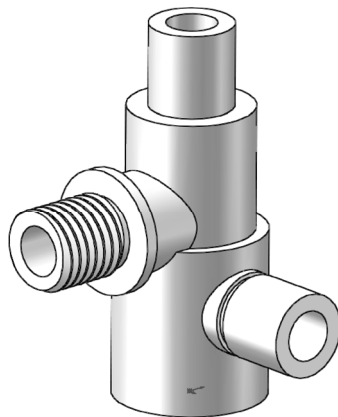

图 13-98 绘制螺纹实体
**06** 绘制螺纹。选择菜单栏中的“插入”→“切除”→“扫描”命令，或者单击“特征”控制面板中的“扫描切除”按钮，弹出“切除-扫描”属性管理器，选择图形区域中的牙型草图为扫描轮廓；然后选择螺旋线作为扫描路径，单击“确定”按钮，结果如图 13-98 所示。